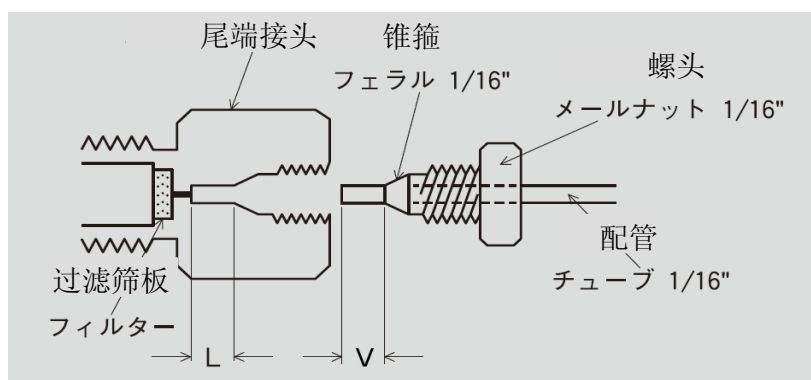

图 1 色谱柱的连接图
1. 色谱柱的接头使用了外径 1/16 英寸配管用螺头(MALE NUT)。请确保装置的配管接头正确连接，并且锥箍的顶端已插入接头内侧(参照图 1)。
请按照图 1 所示进行配管连接。若配管不匹配，特别是直接使用其他类型色谱柱所用配管时，锥箍前端的长度（图 1 中的 V）与尾端接头的长度（图 1 中的 L）经常会不同，因而引发故障。